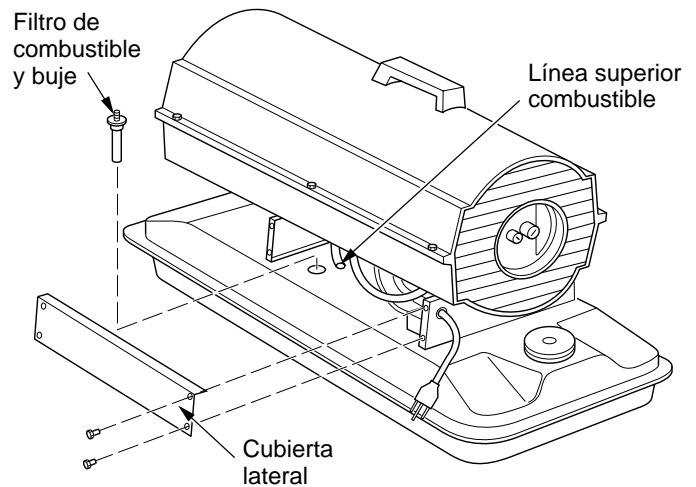

Figura 10 - Remoción del filtro de combustible
4. Palanquear cuidadosamente el buje y filtro de combustible de combustible fuera del tanque de combustible (consulte la figura 10).
3. Desmonte 4 tornillos de la cubierta lateral con un destornillador para tuercas hexagonales de 5/16". Desmonte la cubierta lateral (consulte la figura 10).
- Volver a colocar la cubierta lateral (consulte la figura 10, página 8).
2. Sacar los tornillos de la cubierta lateral usando un aprietatuercas de 5/16" (consulte la figura 10, página 8).
7. Volver a colocar la cubierta lateral (consulte la figura 10, página 8).